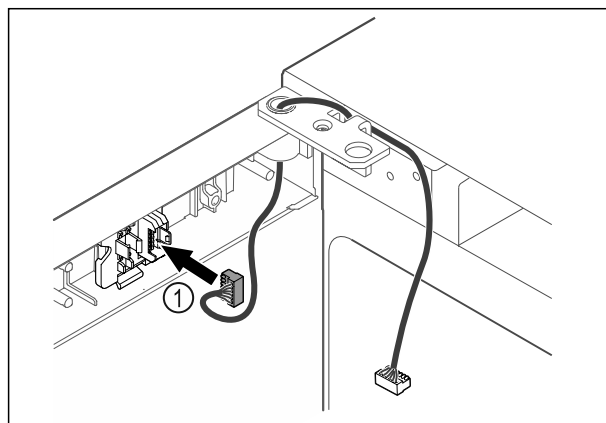

Fig. 40
- Zasuňte zástrčku Fig. 40 (1) do držiaka zástrčky.